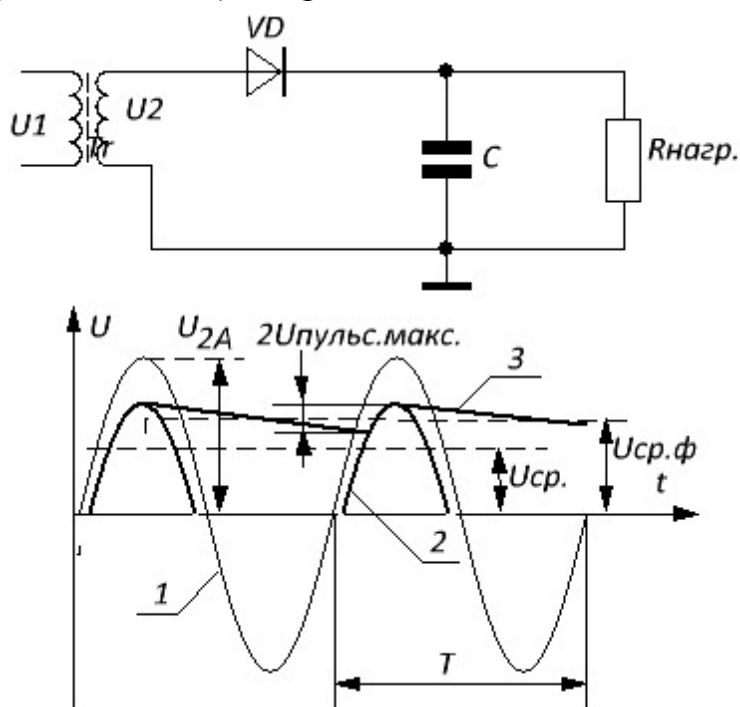
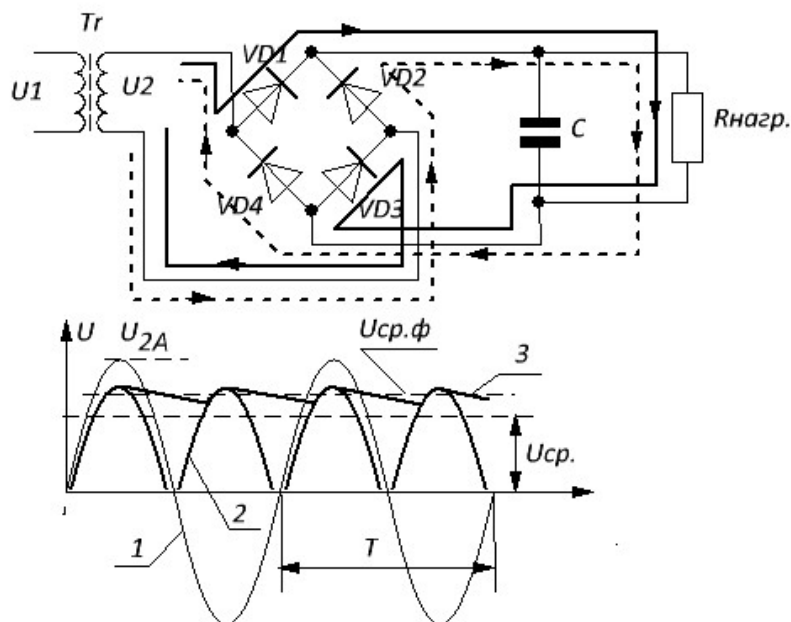

Рисунок 2.1 – Однополупериодный выпрямитель
Рисунок 2.2 – Двухполупериодный выпрямитель
Однополупериодная схема выпрямления (рисунок 2.1) с активной нагрузкой состоит из силового трансформатора Tr , диода VD и нагрузки $R_{\text{нагр.}}$.
Мостовая схема двухполупериодного выпрямителя (рисунок 2.2) состоит из трансформатора Tr и четырех диодов.
1. На стенде «ELVIS» или на рабочем поле Multisim собрать схемы рисунок 2.1 и рисунок 2.2 (можно использовать источник переменного напряжения вместо трансформатора). Значения напряжения U_2 и сопротивления нагрузки
$R_{нагр.}$ взять из таблицы 2.1. Диод для схемы рисунок 2.1 и диодный мостик для схемы рисунок 2.2 выбрать исходя из тока нагрузки. Параллельно нагрузке включить вольтметр, а последовательно с нагрузкой амперметр, настроенные на измерение постоянного тока (DC). Один вход двухлучевого осциллографа подключить параллельно источнику переменного напряжения, а второй параллельно нагрузке.